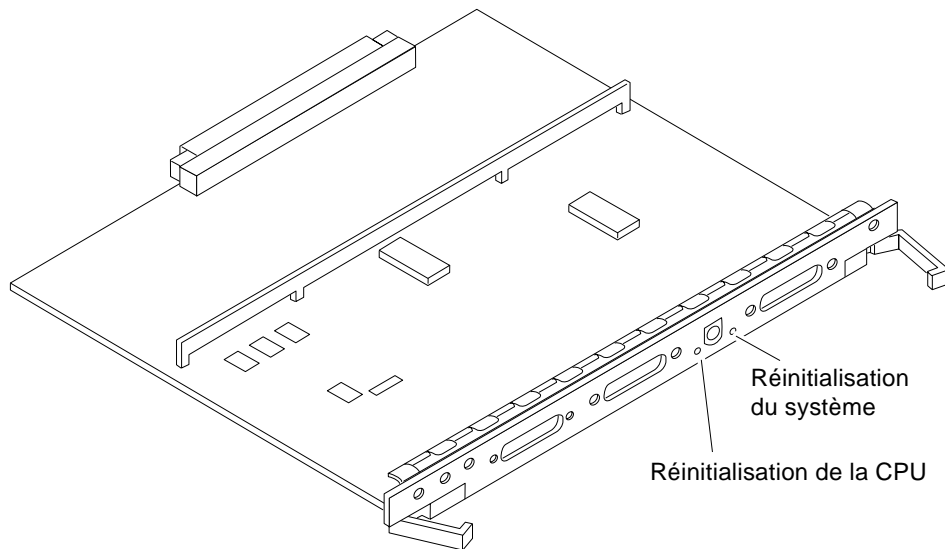

FIGURE 3-3 Commutateur de réinitialisation sur la carte horloge+
- 8. Pour redémarrer les microprogrammes, ou en cas d'interruption du système, appuyez sur le commutateur de réinitialisation de la CPU sur la carte horloge+ (FIGURE 3-3).**